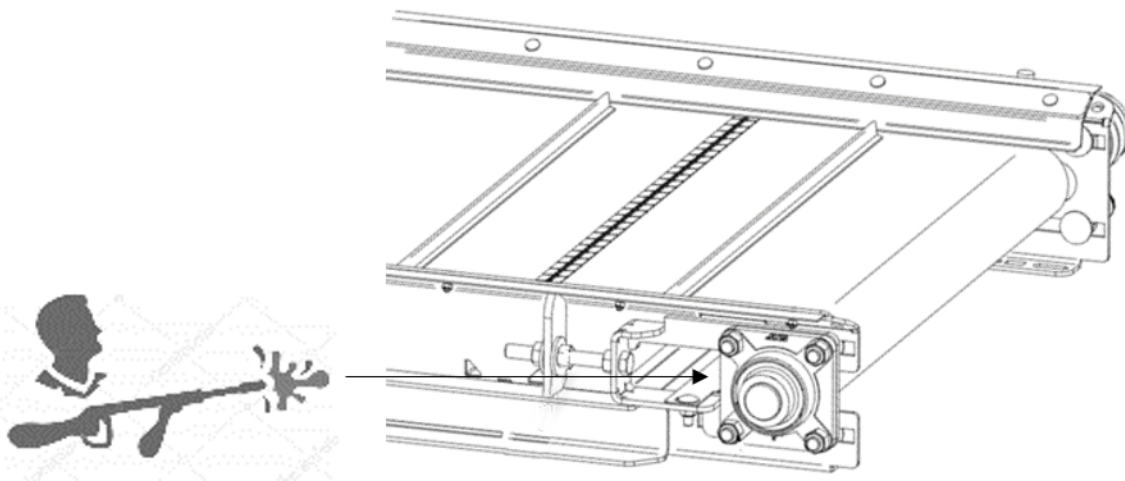

Figure 41 — Ouvertures prévues pour le nettoyage du convoyeur
2. En passant par les ouvertures prévues à cet effet (voir Figure 41), envoyez un jet d'eau directement sur les poulies du convoyeur. Le surplus d'eau et les saletés devraient sortir de l'autre côté du convoyeur.